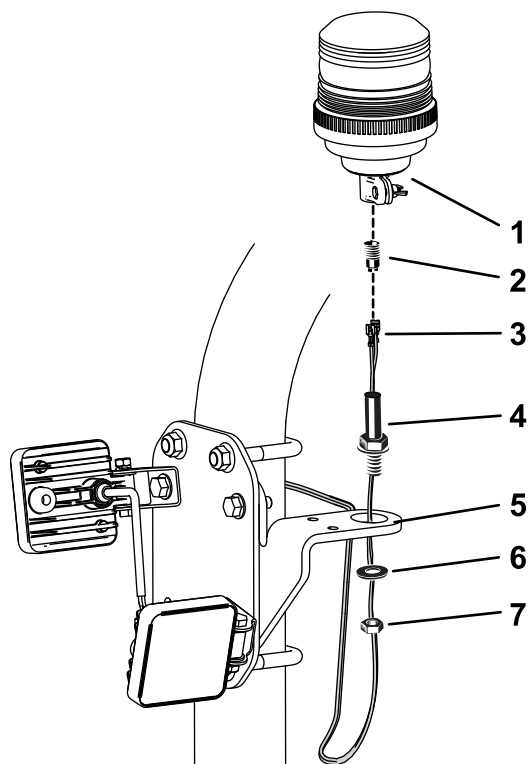

図 12
注 ビーコンのコネクタは、ビーコンソケットにねじ込まれています。はずして接続することができません図 12。
5. 図 12のように、ビーコンをブラケットに取り付ける。